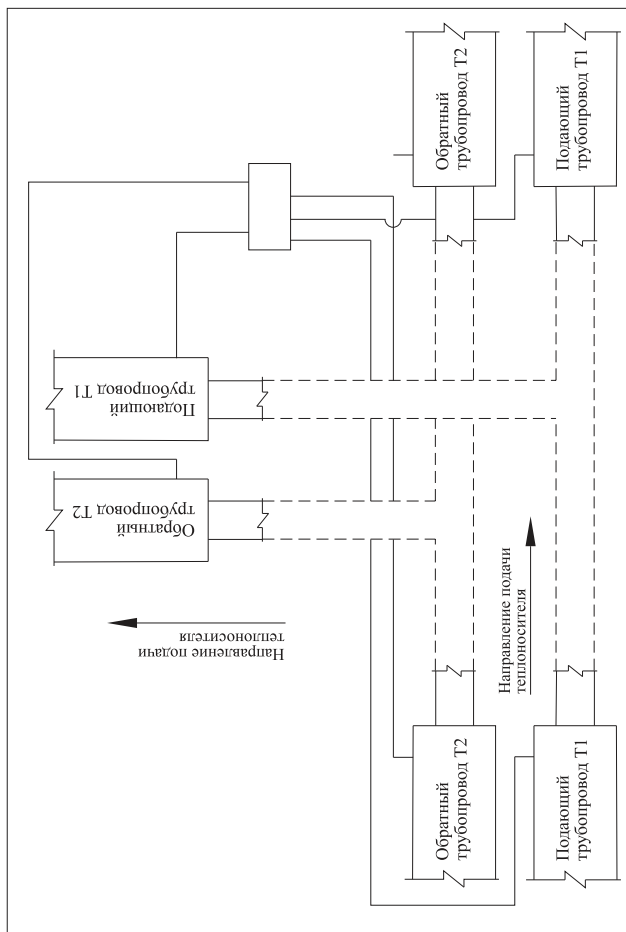
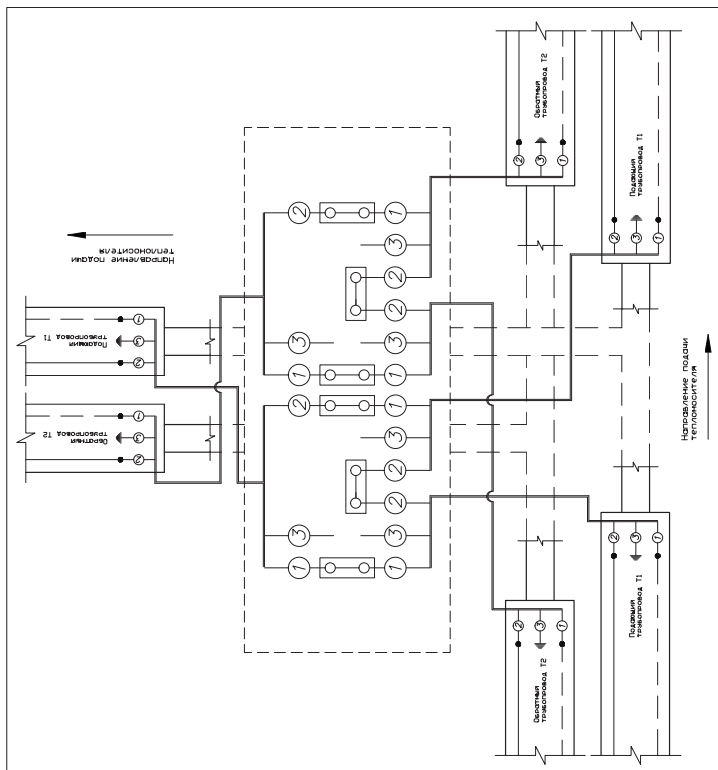

Рис. 2 Объединение трех независимых двухтрубных систем ОДК
Рис. 3 Объединение трех независимых двухтрубных систем ОДК
2.1. Объединение трех независимых двухтрубных систем ОДК - Рис. 2, 3
на принципиальной схеме (Рис. 2)	на электрической схеме (Рис. 3)
Подключение терминала к системе оперативного дистанционного контроля производить в соответствии с принципиальной (**Рис. 2**) и электрической схемой (**Рис. 3**).
Порядок соединения проводов указан на электрических схемах - **Рис. 3**.
4. Установить провода в соединительные клеммы **6** на прежнее место (в соответствии с электрической схемой - **Рис. 3**).